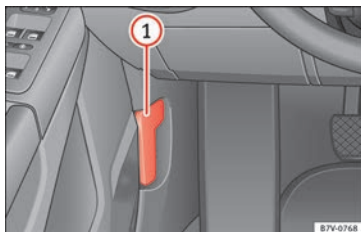

Fig. 162 En la zona reposapiés, en el lado del conductor: Palanca para el desbloqueo del capó del motor.
- Antes de abrir el capó, asegúrese de que los brazos del limpiaparabrisas reposen sobre el parabrisas » ❶.
- Tire de la palanca de desbloqueo en la dirección de la flecha » **fig. 162**. Por la reacción resorte del muelle, el capó del motor sale impulsado del elemento de bloqueo de la pieza portacierres » ⚠.